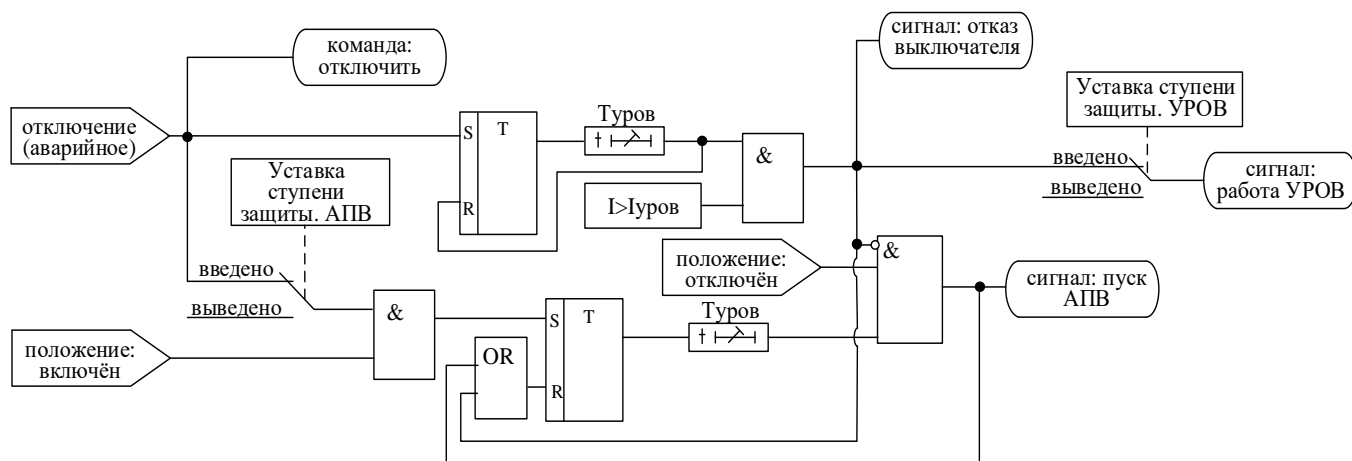

Рисунок 5.5 – Логика работы МР801ДВГ при аварийном отключении
1. Выдаётся команда «отключить» (рисунок 5.5).